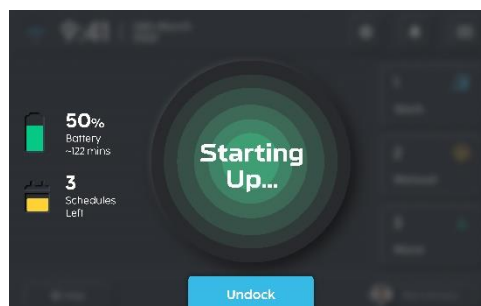

Fig. 14
6. Robot begint te laden zoals in fig. 14.